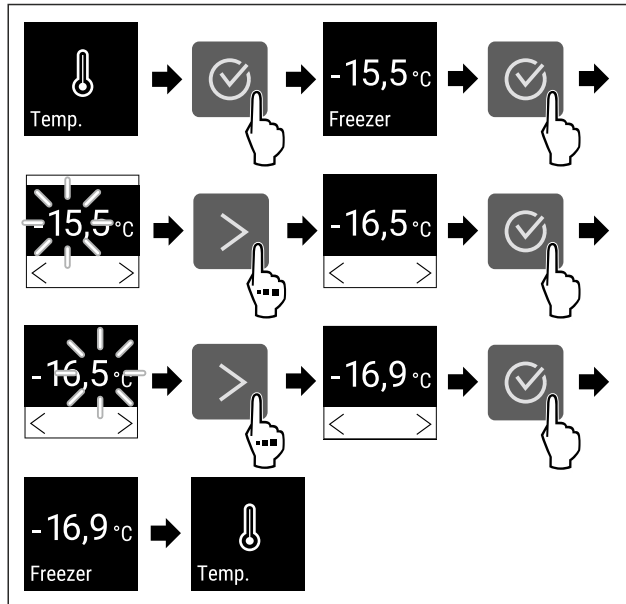

Fig. 66 Αλλαγή θερμοκρασίας από -15,5°C σε -16,9°C
- ▶ Εκτελέστε τα βήματα ενεργειών (βλέπε Fig. 66).